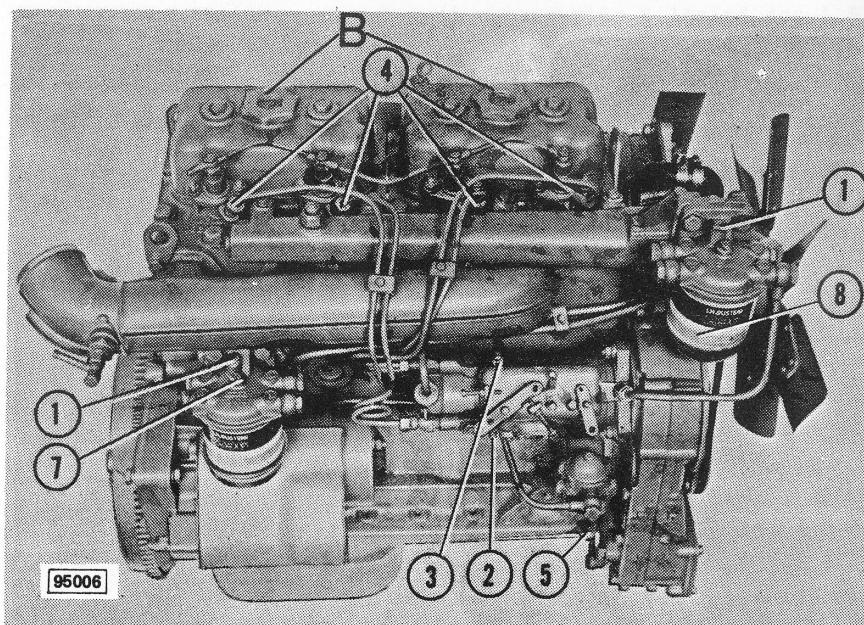

Fig. 2
- Robinetul instalației de alimentare fiind deschis, se deșurubeză cu cca. două ture dopul 1 (fig. 2) și se acționează asupra pîrghiei de amorsare 5 (fig. 2) pînă cînd prin orificiul dopului curge motorină fără bule de aer.
- Se repetă operația descrisă mai sus, mai întîi pentru dopul filtrului de siguranță și apoi pentru dopul 2 (fig. 2) al pompei de injecție.